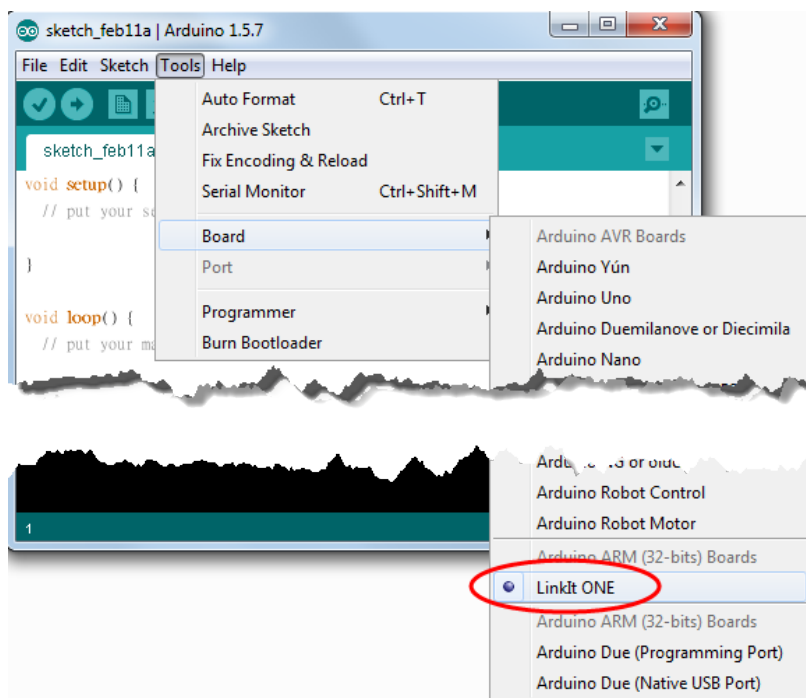

图 7 设置 LinkIt ONE 开发板选项
- 2) 在 Arduino IDE 的 **Tools** 选单指向 **Board** 然后点击 **LinkIt ONE**，如图 7 所示。